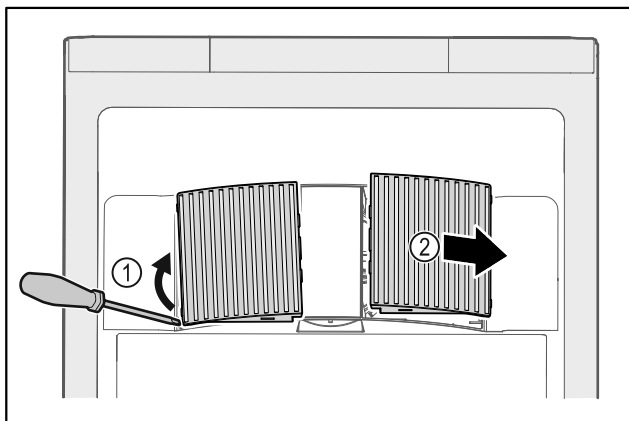

Fig. 105
- ▶ Внимателно повдигнете капаците на вентилаторите от страни Fig. 105 (1) и ги свалете напред Fig. 105 (2).